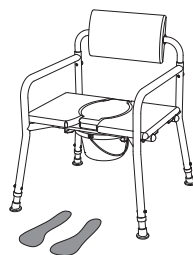

fig. 19
2. Posizionarsi il più possibile vicino alla sedia, quindi girarsi (fig. 19) e muoversi con cautela verso la sedia fino a sentire che le gambe toccano il bordo della seduta.